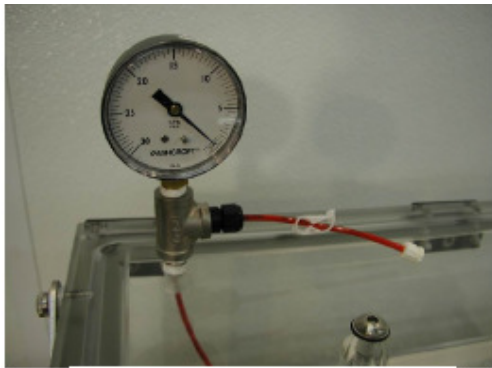

Figura 1
- Instale el accesorio Vac-Pack™ como se muestra (figura 1, pagina 6)